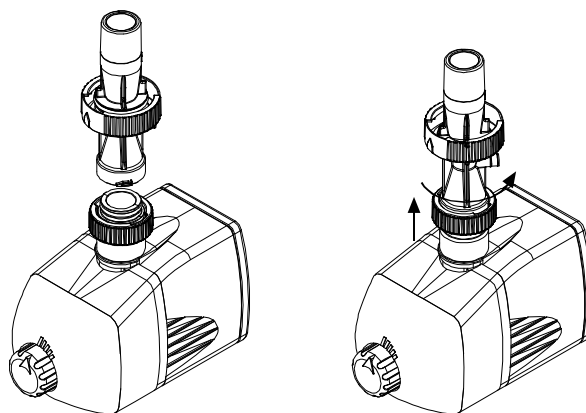

図 13: ベンチュリーをポンプコネクタに取り付ける
7. ベンチュリーをポンプコネクタに接続し、コネクタリングで固定します(図 13)。